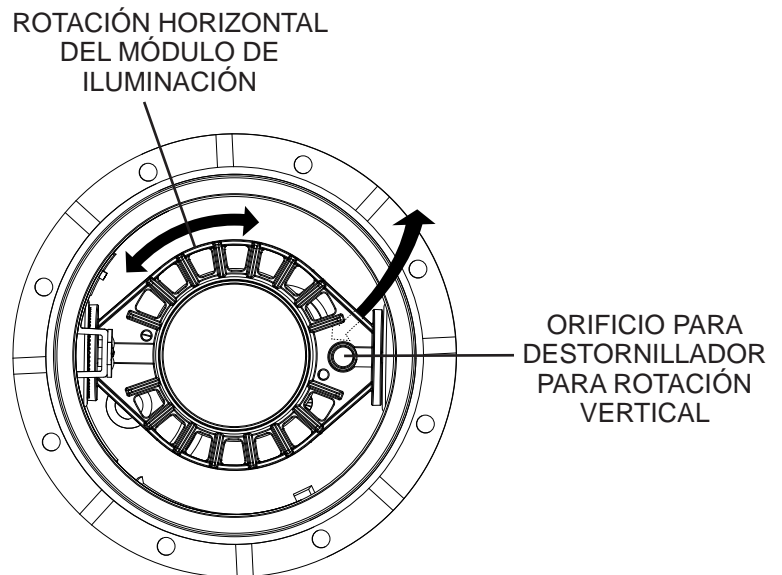

Figura 2
- Primero ajuste la dirección vertical del haz con un destornillador Phillips #2 para girar el módulo de iluminación. Coloque el destornillador en el orificio provisto. Vea la Figura 2.
- El ajuste horizontal se realiza colocando la mano sobre el módulo de iluminación y girándolo a la izquierda o a la derecha. Vea la Figura 2.